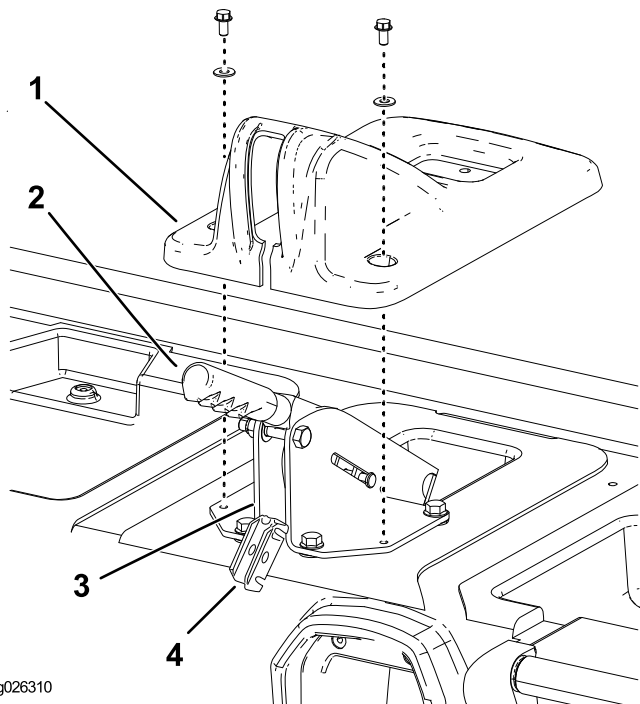

図 4
2. 駐車ブレーキカバーを座席ベースに固定しているボルト2本とナットを取り外す 図 4。
3. カバーを持ち上げて座席ベースから外す 図 4。
4. ブレーキケーブルイコライザ・ブラケットをブレーキレバーサポート・ブラケットの後部に固定しているクレビスピンを外す 図 4。
5. イコライザブラケットをサポートブラケットから取り出し、イコライザブラケットからブレーキケーブルを外す 図 4。
6. 各ブレーキケーブルをブレーキレバーサポート・ブラケットの後部に固定しているCクリップを外す 図 4。